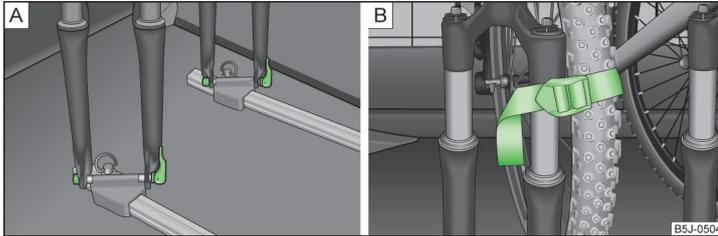

Abb. 75 Fahrrad einsetzen / Befestigungsbeispiel des Vorderrads
- Die Fahrradgabel auf die Befestigungsachse aufsetzen und mit dem Schnellspanner festziehen » Abb. 75 - [A].
- Das abgebaute Vorderrad am besten zwischen der Kurbel des linken Pedals und dem Fahrradrahmen verstauen und mit einem Gurt an der Vordergabel » Abb. 75 - [B] bzw. an einem der Befestigungselemente befestigen.